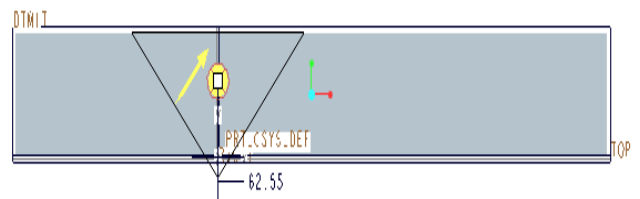
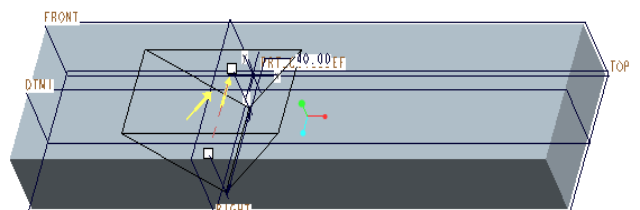
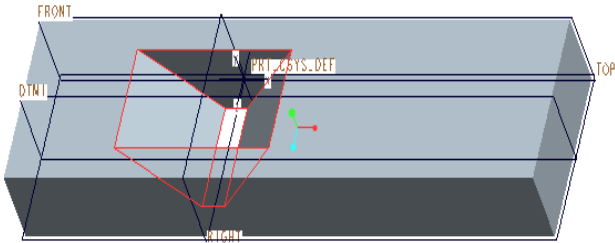

図 4-20 押し出し開始
図 4-21 中心面より両側 40mm 幅 除去
図 4-22 除去部分フィーチャー
- 図 4-20 から押し出しが開始され、デーダム平面 DTM1 より両側に押し出し幅 40mm、共通ダッシュボードの深さオプション 40.00 を設定する図 4-21 に示す。「検証モード」をクリックして作成されたフィーチャーを確認する図 4-22 に示す。